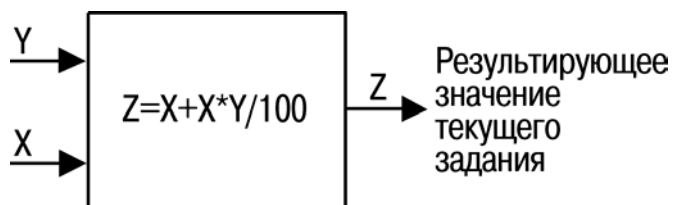

Рисунок 3.5
Сумма фиксированной и переменной величин (обозначена  $Y$  на рисунке 3.5) умножается на фактическое задание (обозначено  $X$  на рисунке). Это произведение добавляется к действующему заданию:  $[X + (X) \times (Y / 100)]$ , рисунок 3.5.